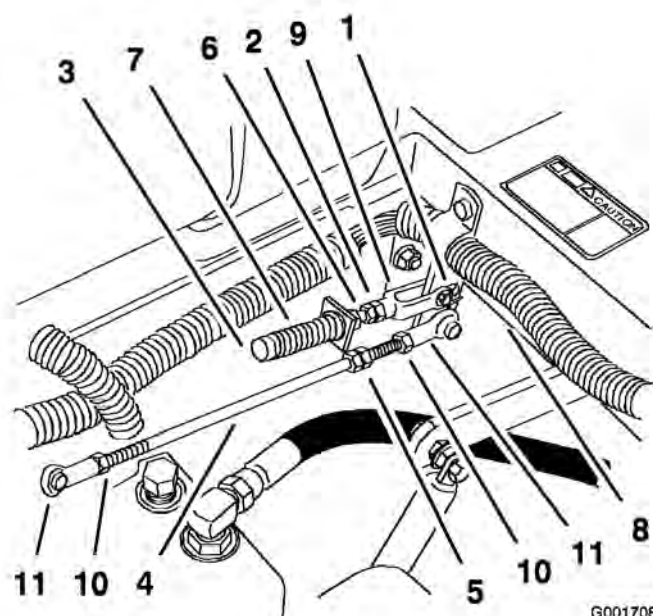

Figure 64
1. Desserrez les contre-écrous sur les rotules de la tige de commande de la pompe (Figure 64).
3. Réglez la longueur de la tige de pompe en tournant les doubles écrous dans le sens voulu, jusqu'à ce que la roue soit immobilisée ou tourne légèrement en marche arrière (Figure 64).
6. Serrez les contre-écrous contre les rotules (Figure 64).